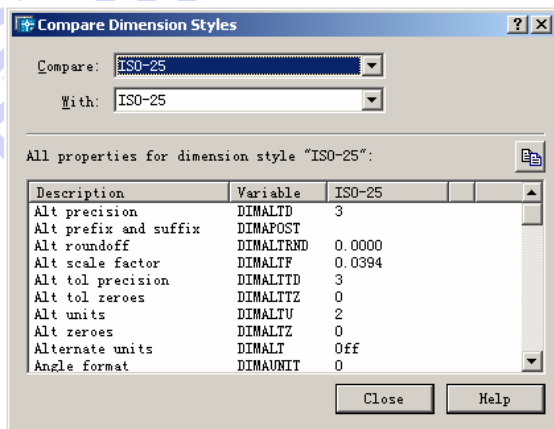

图 8-56 Compare Dimension Styles 对话框
- 单击 **Compare...** 按钮弹出 Compare Dimension Styles (比较标注样式) 对话框，如图 8-56 所示。